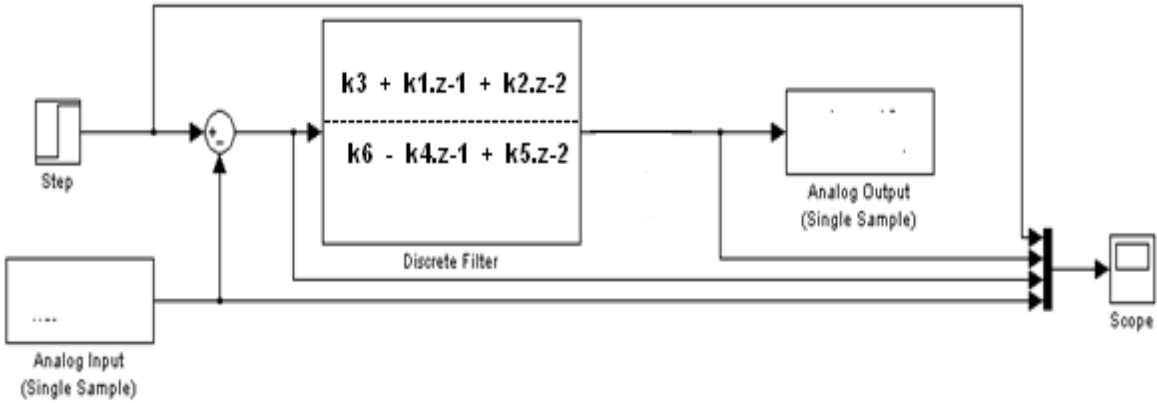

Figura 4.
6. Desarrollar el modelo en Simulink de la figura 4. Especificar el período de muestreo.